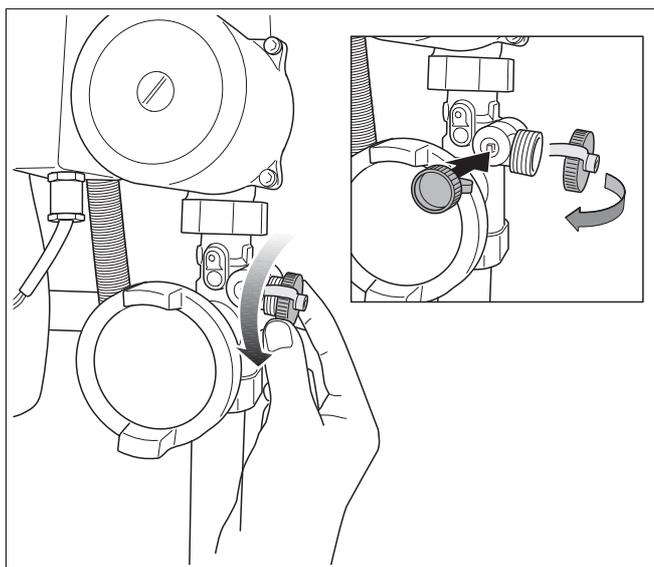

Fig. 47 Svitare il tappo di chiusura del rubinetto di carico/scarico
- Svitare il tappo di chiusura del rubinetto di scarico (fig. 47).